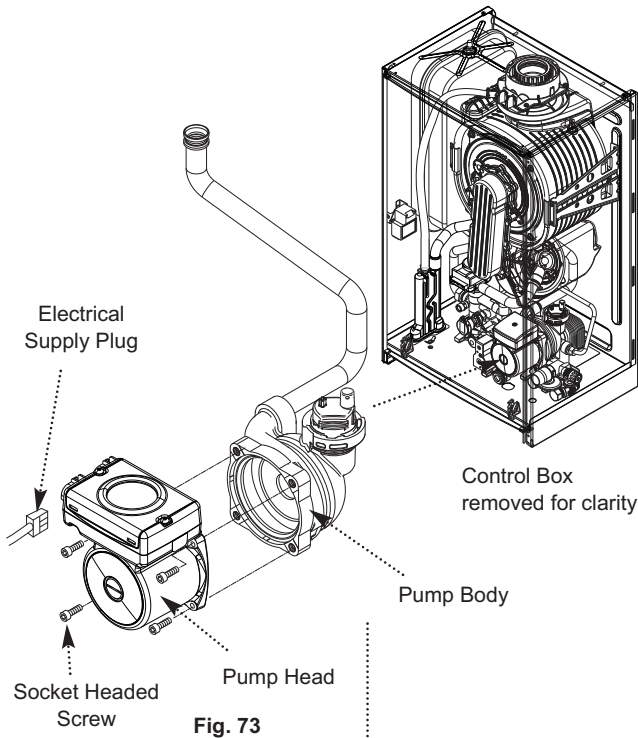

Fig. 73
14.1.1 Pump - Head Only (Fig. 73)